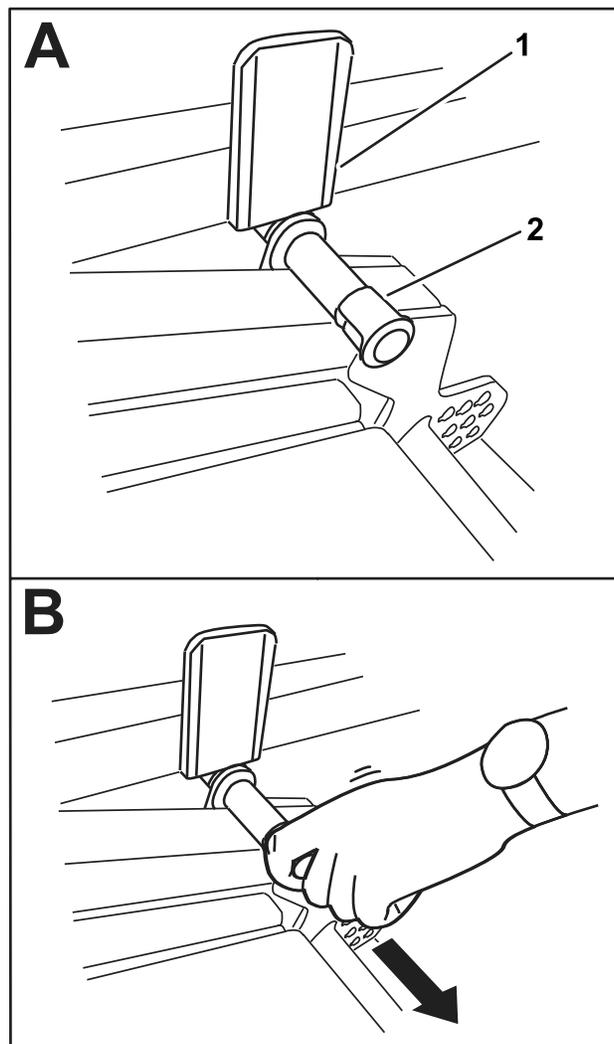

Рисунок 42
2. Медленно поверните режущий блок вниз до контакта штифта с пластиной подъемного рычага (А на Рисунок 42).
3. Нажмите ногой вниз на режущий блок и затем выньте штифт (В на Рисунок 42), чтобы режущий блок мог установиться в положение ТРАНСПОРТИРОВКИ.